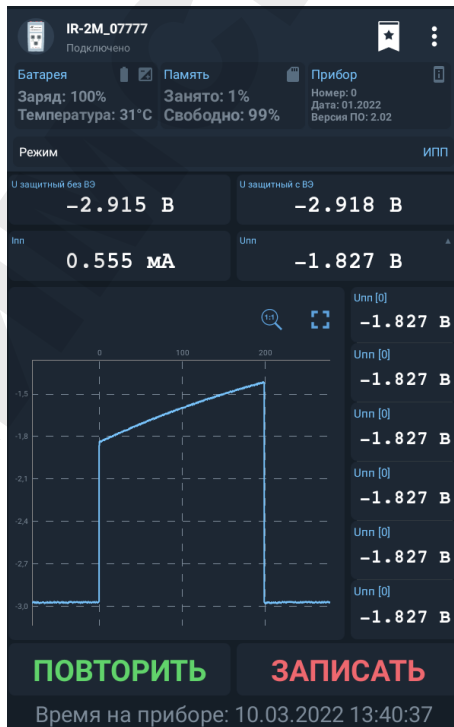

Рисунок 23 – Измеренные значения в режиме «ИПП»
3.6.4.5 Дождитесь завершения измерений (станет доступна кнопка «Запись») (рисунок 23). Нажмите на кнопку «Uпп», если необходимо показать больше информации (рисунок 23).